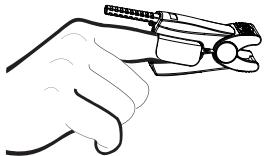

Fig. 3-2 Placement de capteur
- Sélectionnez la sonde appropriée en termes de type et de dimension. Fixez le capteur sur la place appropriée du doigt de l'utilisateur, referz à Fig.3-2.